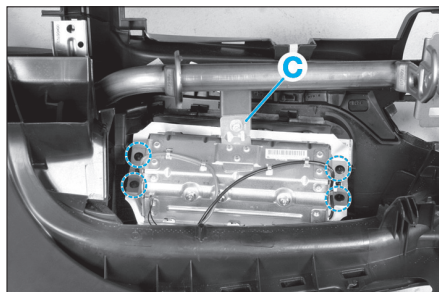

Fig. 9
• Déposer les quatre vis de fixation maintenant le module d'airbag sur la planche de bord (Fig.9).